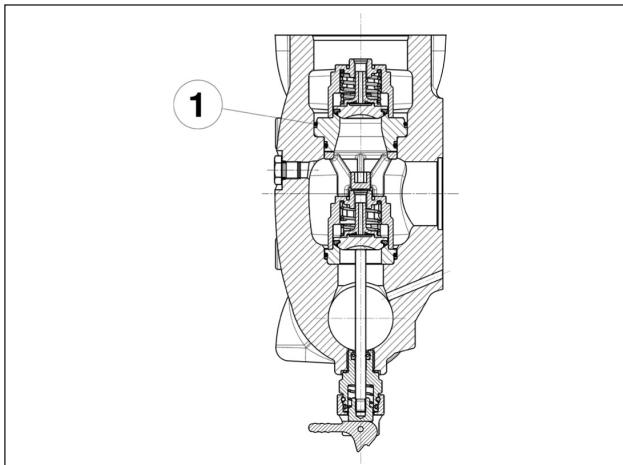

Fig. 128
**Preste atenção especial na inserção do anel circular indicado na pos. ①, Fig. 128.**